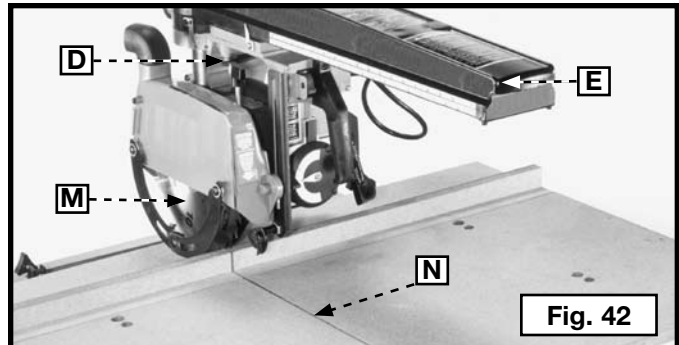

Fig. 42
- Attendre que la lame de la scie (M) Figure 42 s'arrête, puis faire revenir la tête de coupe à l'arrière du bras (E). Remarquer les traits de scie (N) Figure 42 sur le banc.
IMPORTANT : Soulever le bras (E) Figure 42 avant d'essayer de le faire tourner. Effectuer la procédure de découpe dans les planches du banc pour chaque coupe d'angle séparée.